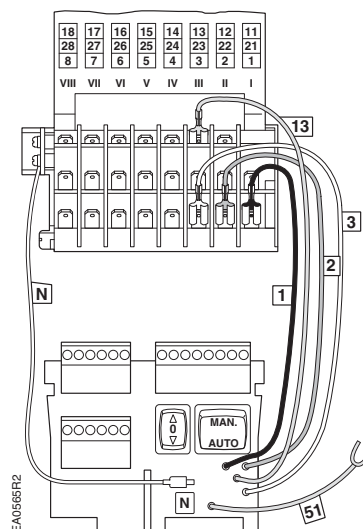

Рис. 26
8. См. Рис. 26. Выполните следующие соединения с приводом: